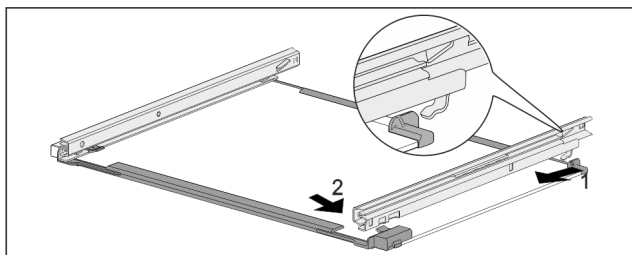

Fig. 68 Skleněná deska s kolejničkami
- ▶ Zahákněte kolejničku vzadu. Fig. 68 (1)
- ▶ Zaklapněte kolejničku vpředu. Fig. 68 (2)